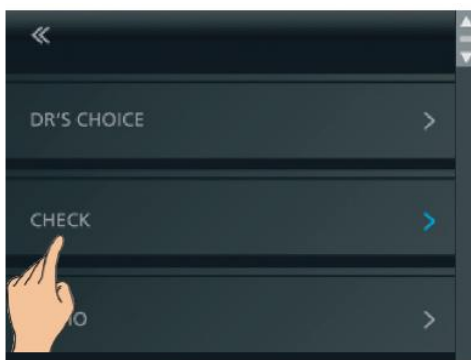

Рис. 28. Вибір функції CHECK
- Ввійдіть в меню налаштувань і оберіть функцію CHECK (рис. 28).